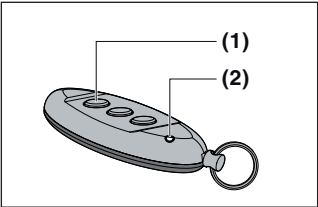

Fig. 1
- 2 **Beschrijving van het toestel (fig. 1)**
- (1) Toetsen: voor de besturing van 5 kanalen
(2) LED: licht op bij ingedrukte toets
- 2 **Descripción del aparato (fig. 1)**
(1) Pulsadores: para el control de 5 canales
(2) LED: se ilumina con el pulsador presionado